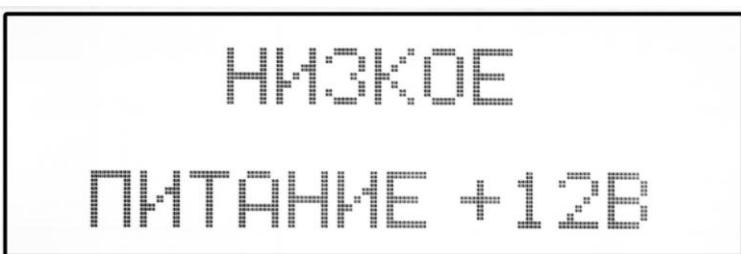

Рисунок 30
- Низкое питание +12В рисунок 30. Если напряжения питания падает ниже 11В, а затем восстанавливается, то ошибка пропадает. Если напряжение остается низким, система выключает БСД, а через 10 секунд самопроизвольно отключается.